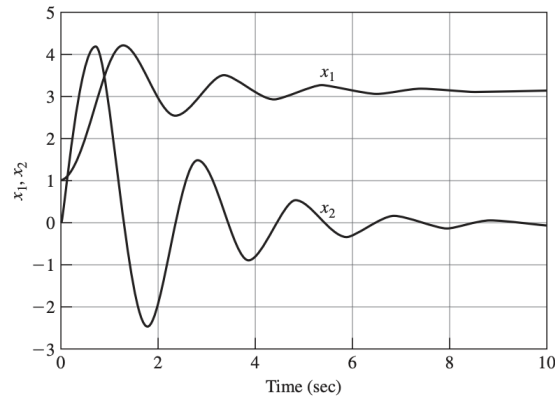

Figura 1: Trayectorias sin control.
- Usando MATLAB u otro lenguaje compruebe que las trayectorias de estado del sistema no lineal sin control, $u = 0$, coinciden con la Figura 1 para las condiciones iniciales $x_1(0) = 1$ y $x_2(0) = 0$.